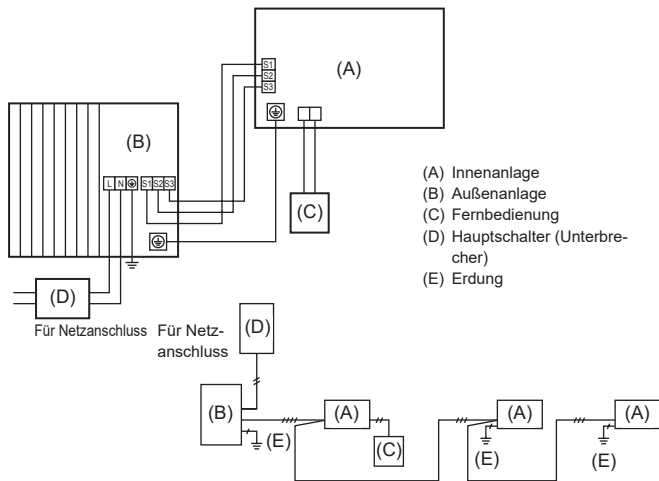
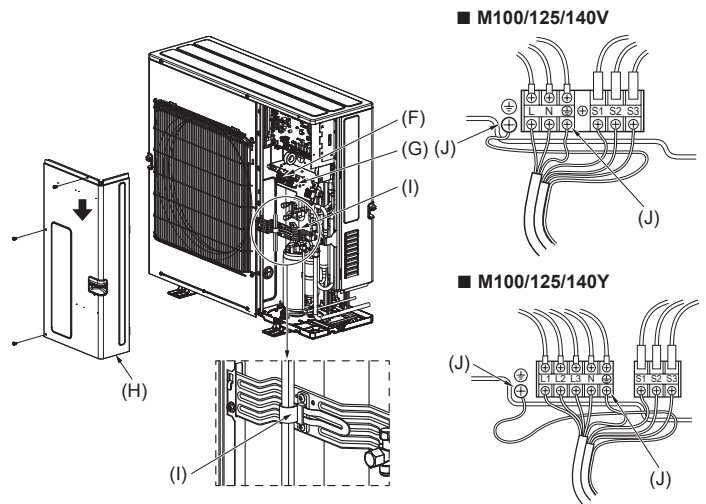

Abb. 6-1
Abb. 6-2
6.1. Außenanlage (Abb. 6-1, Abb. 6-2)
- (1) Die Bedienungsplatte abnehmen.
- (2) Die Kabel gemäß der Abb. 6-1 und der Abb. 6-2 verdrahten.